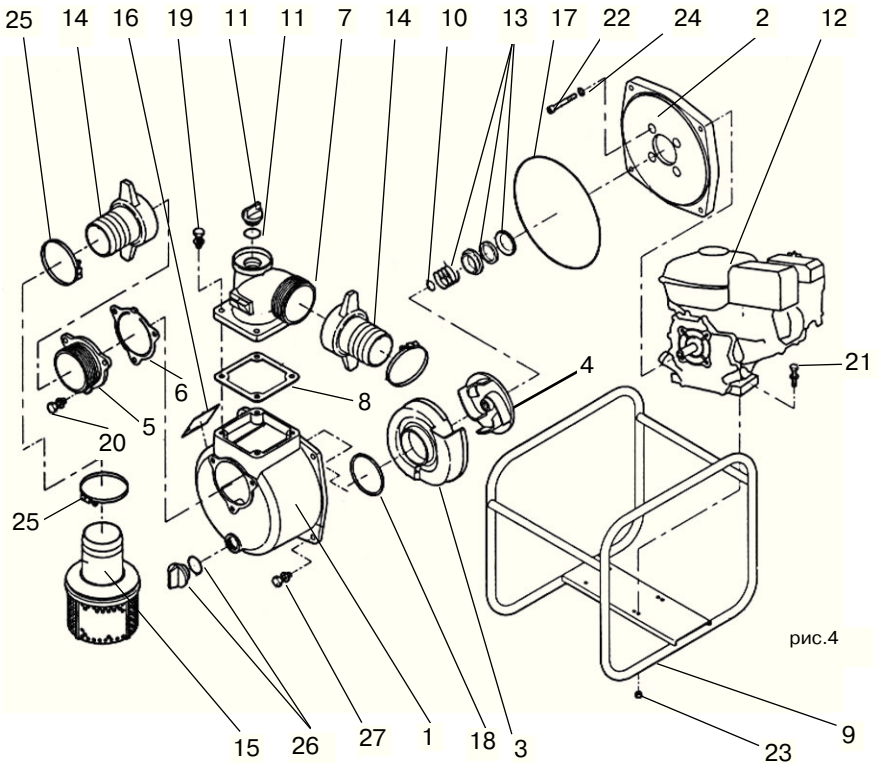

рис.4
5.1. Насос (качающий узел, рис. 4 с детализацией, таблица 3) включает в себя: